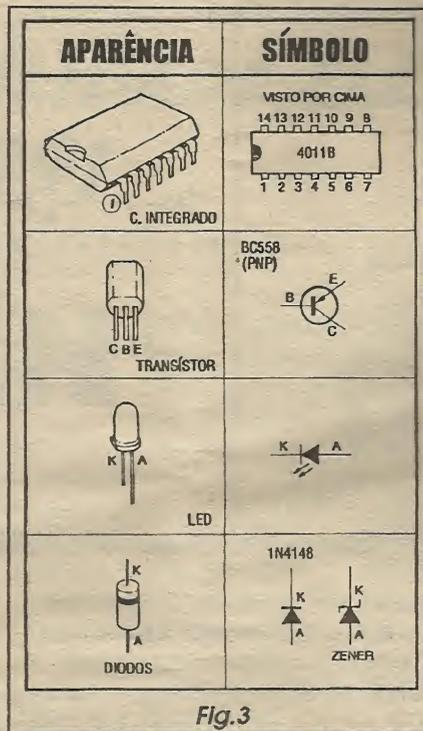
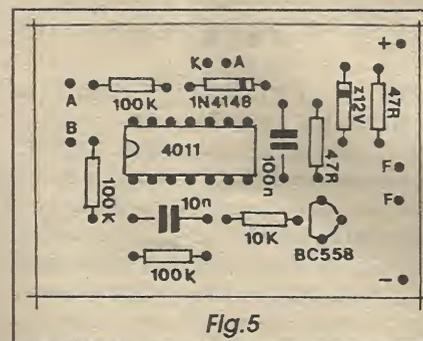

Fig.3
Fig.5
**- FIG. 5 - CHAPEADO DA MONTAGEM** - Como apenas o falantinho e o LED ficam *fora* da placa, a maioria dos componentes deve ter seus terminais inseridos e soldados diretamente ao impresso, com as peças repousando sobre a face não cobreada, vista em tamanho natural na figura... É bom lembrar que todos os componentes mostrados na FIG. 3 são *polarizados* e devem ser colocados em posição única e certa, não podendo ter seus terminais invertidos... É o caso do integrado, do transistor e dos diodos... Esses componentes contêm marcas especiais que ajudam a encontrar a sua perfeita orientação na placa... Notar ainda que tudo deve ficar bem rente à superfície do impresso, já que componente com aqueles *baita pernões* parecendo um *bando de garças* sobre o impresso, além de gerarem uma montagem *feia*, são uma fonte quase certa de problemas de funcionamento, ensejando *curtos* e ou-tros problemas quando da instalação final... As sobras de *pernas* e terminais apenas devem ser cortadas (pelo lado cobreado da placa, oposto ao visto na figura...) depois de tudo ter sido muito bem conferidinho, aproveitando-se essa conferência para verificar o estado de cada ponto de solda... Isso feito, podemos passar às conexões externas, detalhadas visualmente no próximo diagrama...